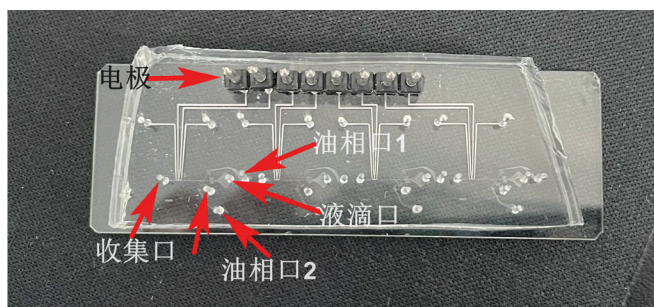

图 15：片段化芯片各插口位置示意图
- d. 将 tubing 插入芯片对应位置, W 生成油 1 插入油相口 1, 片段化试剂插入试剂口, W 生成油 2 插入油相口 2, 液滴插入液滴口, 收集口插入收集管, 收集管长度约 0.1 m (图 15);